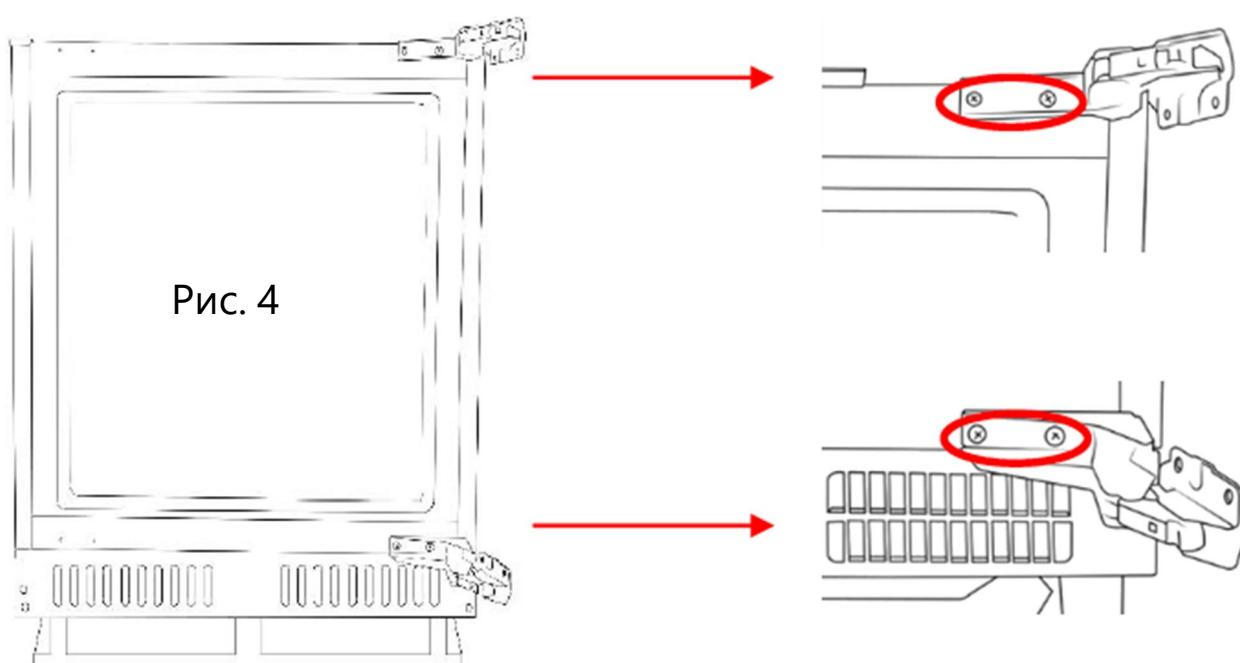

Рис. 4
5. При открытом верхнем шарнире, снимите винты с верхнего шарнира, которые фиксируют шарнир к шкафу прибора (рис.4).